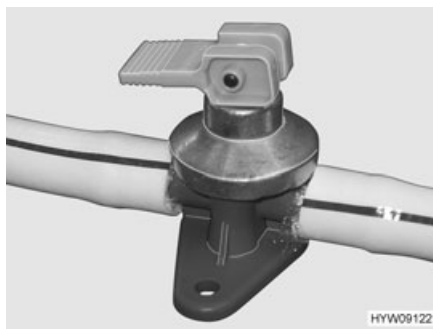
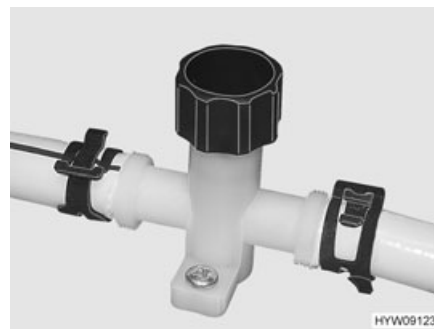

Fig. 98 Rubinetto di scarico (boiler Truma)
Fig. 99 Rubinetto di scarico (tubatura dell'acqua)
- Chiudere tutti i rubinetti di scarico (Fig. 99 o Fig. 98).
- Aprire tutti i rubinetti di scarico (Fig. 98 o Fig. 99).